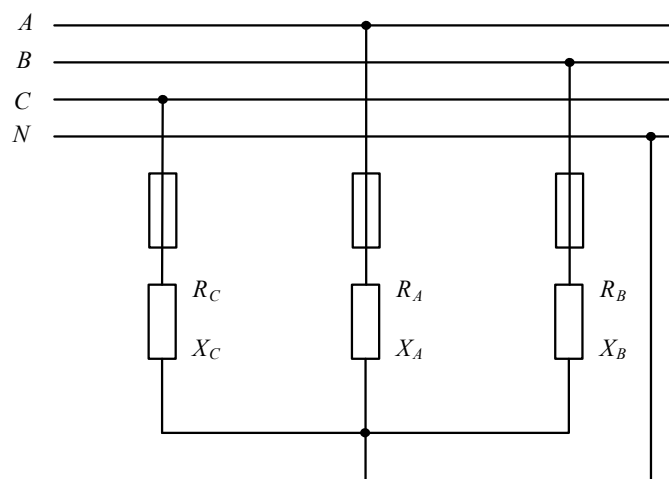

Рисунок 37
*Задача 31.* К трехфазной линии (рис. 37) с линейным напряжением  $U_{л}=380\text{В}$  подключены три одинаковых приемника, соединенные по схеме «звезда» с нейтральным проводом. Активное и реактивное сопротивление каждого приемника равны  $R_{\phi}=3\text{Ом}$ ,  $x_{\phi}=4\text{Ом}$ . Определить токи в фазах и нейтральном проводе, построить совмещенную векторную диаграмму напряжений и токов.